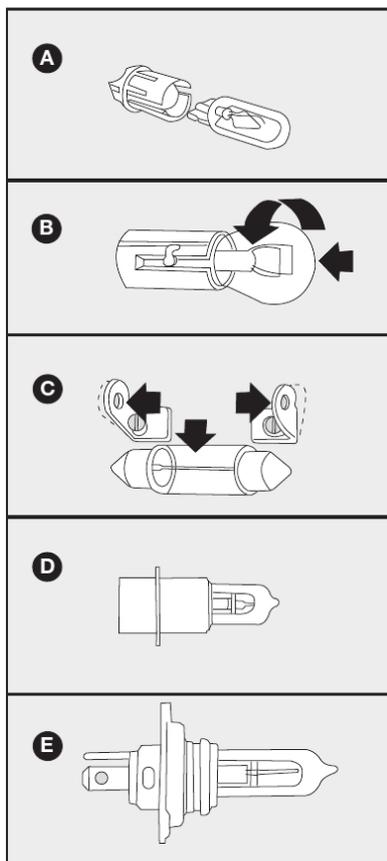

fig. 15
**Diversos tipos de lâmpadas estão instaladas no veículo - fig. 15.**